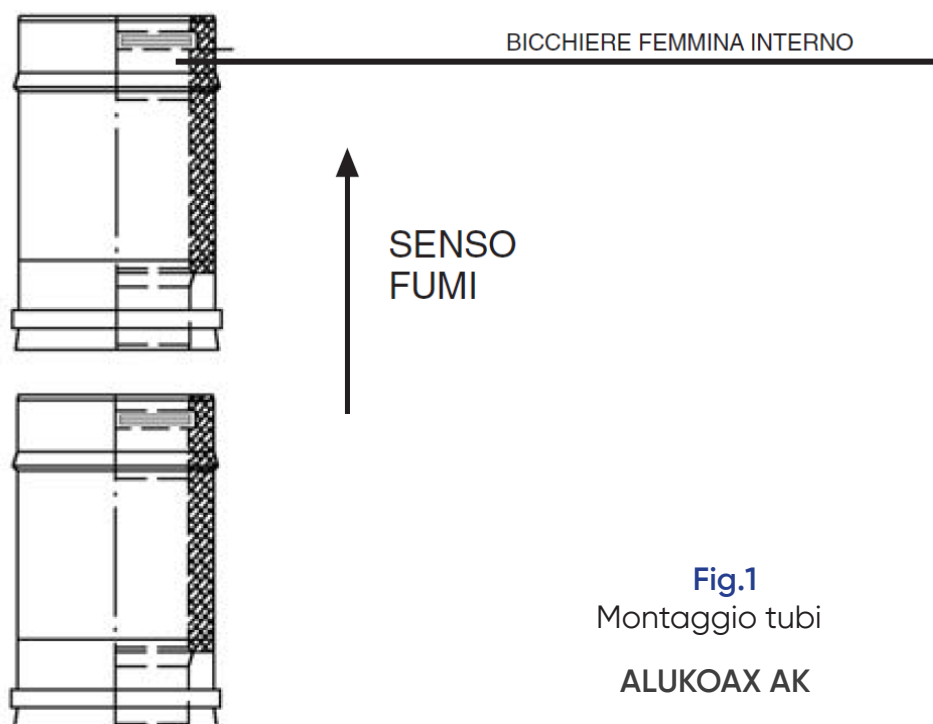

Fig.1
Il sistema ALUKOAX AK è realizzato con giunti a bicchiere di tipo maschio/femmina su nervature autocentranti ed antischiacciamento come schematizzato in fig. 1. Il posizionamento della guarnizione siliconica nell'apposito alloggiamento, situato all'interno del bicchiere femmina, garantisce la tenuta ai gas, mentre il giunto rovescio esterno impedisce, evitando la penetrazione all'acqua piovana, il danneggiamento della coibentazione interna.
- Installare gli elementi seguendo il senso dei fumi indicato sull'elemento con un'apposita freccia, ovvero con il bicchiere interno femmina rivolto verso l'alto (Fig. 1)